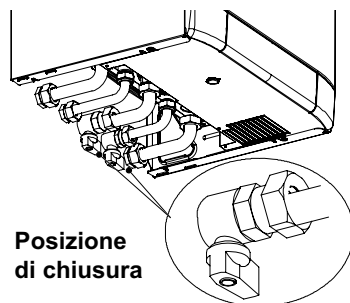

Fig. 2.21
- Chiudere i rubinetti caldaia Fig. 2.21 ;